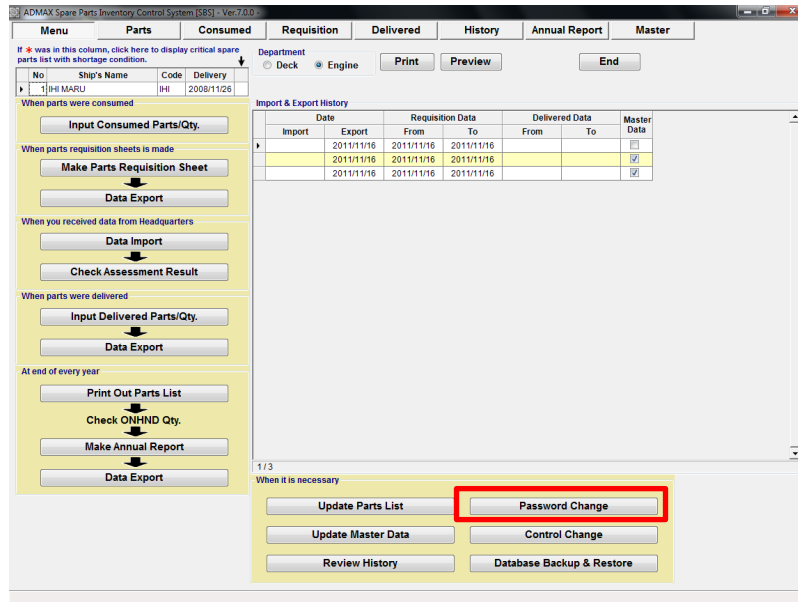

図 14.1 Menu
1. "Menu Screen" の[Password Change]ボタンをクリックします。(図.14-1)